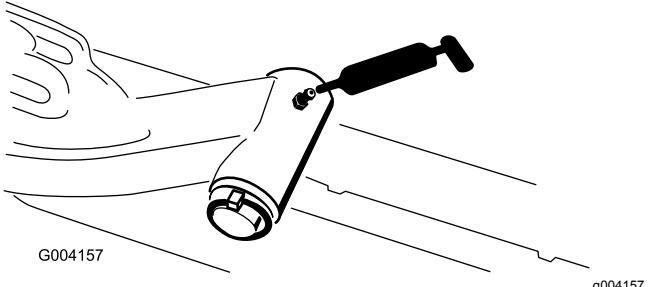

Figura 30
- Albero di articolazione del braccio di sollevamento (1 ciascuno) — Figura 30